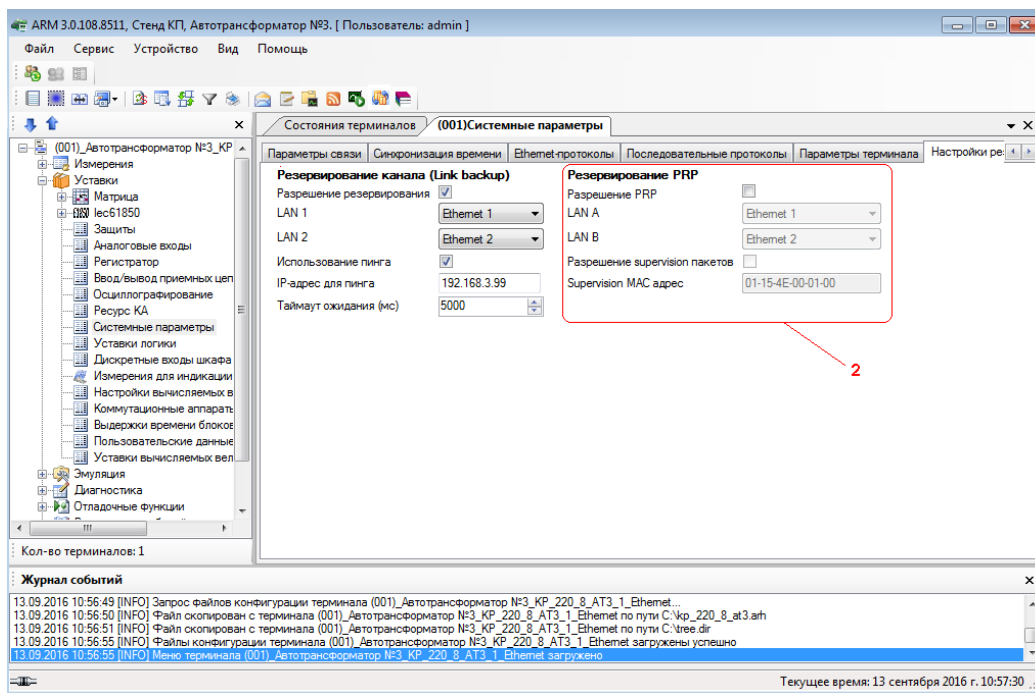

Рисунок 6.90
- установить флажок перед полем **Резервирование PRP** (см. рисунок 6.90, обозначение 2);